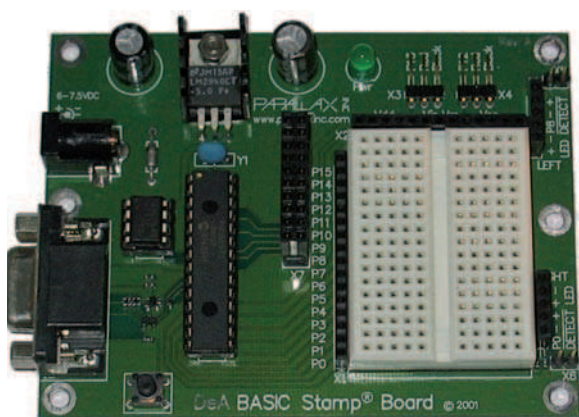

Figura 6
- **Scheda madre:** tutto il robot ruotava intorno a questa scheda (figura 6) basata sul processore Basic Stamp 2 della Parallax. Su di essa trovavano posto anche i sensori di contatto e infrarossi frontali, pilotava i servomotori per il moto.